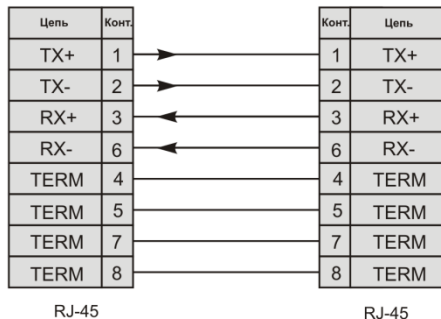

Рисунок 5 – Схема электрическая сетевого кабеля Ethernet 100Base-TX/10Base
6.1.5 Подключите сетевой кабель Ethernet 100Base-TX/10Base-T (в комплект поставки не входит) к разъему RJ-45 «ETHERNET» адаптера и соответствующему разъему сетевого оборудования (рисунок 5).